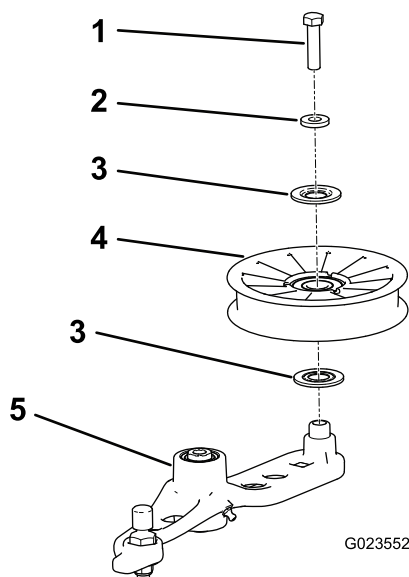

Figura 58
6. Retire el perno que sujeta la polea tensora antigua al brazo tensor, e instale una polea nueva (Figura 58).